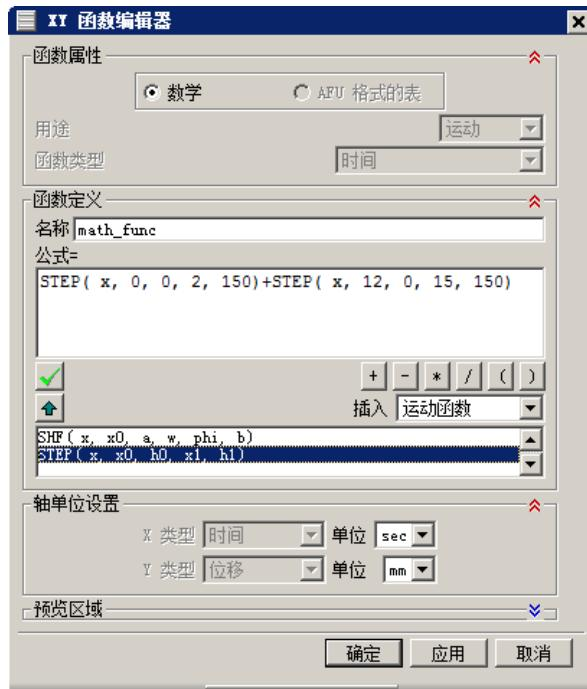

图 7.3.21 定义间歇函数
- ① 单击“运动副”对话框中的**驱动**选项卡；在**驱动**区域的**平移**下拉列表中选择**函数**选项。
- ② 在**函数数据类型**下拉列表中选择**位移**选项；单击**函数**后的**...**按钮，选择**f(x)****函数管理器...**选项，系统弹出“XY 函数管理器”对话框。
- ③ 单击“XY 函数管理器”对话框中的新建按钮 $\text{新建}$ ，系统弹出“XY 函数编辑器”对话框。
- ④ 在“XY 函数编辑器”对话框的**插入**下拉列表中选择**运动函数**选项；在**函数列表**区域双击多项式函数 $\text{STEP}(x, x_0, b_0, x_1, b_1)$ ，在**公式=**区域下的文本框中修改函数表达式为“ $\text{STEP}(x, 0, 0, 2, 150) + \text{STEP}(x, 12, 0, 15, 150)$ ”，如图 7.3.21 所示。
(3) 单击**确定**按钮 3 次，完成运动副及驱动的定义。